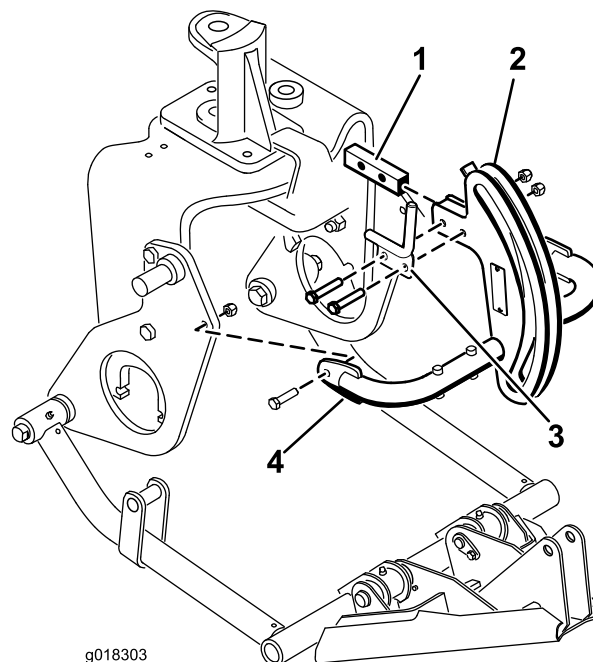

Figura 9
6. Monte a parte de cima do engate e guia de tubos ao suporte de engate do chassis com 2 parafusos (3/8 x 2 polegadas) e porcas (Figura 9).
7. Monte os tubos do engate às placas do arado com parafusos (3/8 x 1-1/2 polegadas) e porcas (Figura 9). Aperte as fixações.